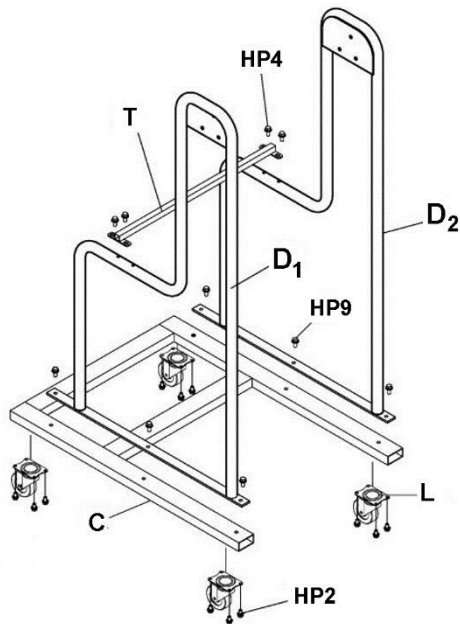

Рис. 3
1. Прикрутите 4 ролика (L) к основанию (C) при помощи винтов HP2. См. Рис. 3.
2. Прикрутите к основанию (C) левую и правую стойки (D₁, D₂) с помощью винтов с шестигранной головкой и фланцем (HP9).
3. Прикрепите опору (T) к стойкам с помощью винтов с шестигранной головкой и фланцем (HP5).